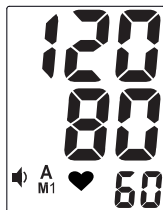

Рис.16
3. Просмотреть содержимое памяти прибора Вы можете, нажав кнопку M1 или M2. При первом нажатии кнопки M1 (или M2) на экране появится среднее значение 3-х последних измерений, сохраненных в память M1 (или M2), обозначенная символом «А» (рис. 16). При повторном нажатии кнопки M1 (или M2) на экране появится индикатор выбранной памяти M1 (или M2) и номер ячейки памяти, а через 1 секунду отображается ее содержимое (рис. 17), продублированное голосовым сопровождением. Каждое нажатие кнопки M1 (или M2) вызывает переход к следующей ячейке памяти.